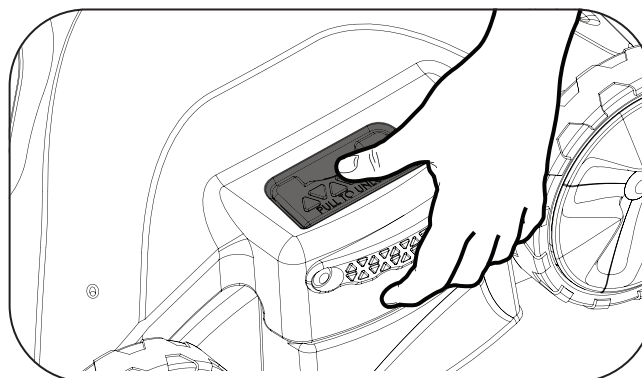

Figure 13. Enlever le couvercle
2. Pousser les languettes vers le bas et l'extérieur pour libérer le couvercle du robot nettoyeur (Figure 13).